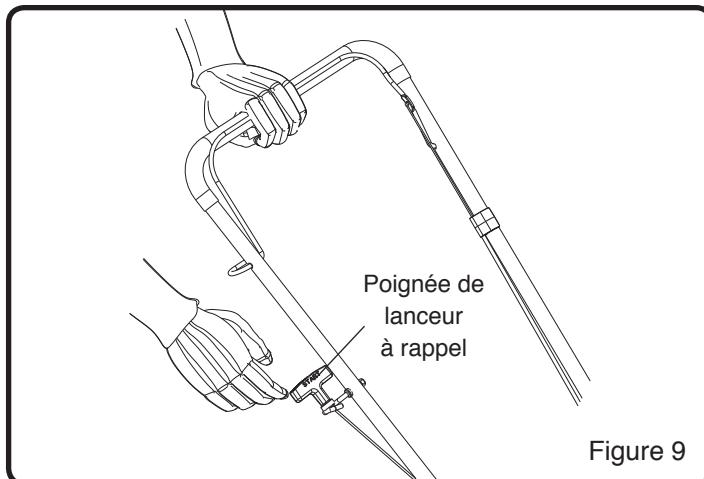

Figure 9
3. Empoignez fermement la poignée de la débroussailleuse de la main gauche, en engageant le levier du contrôle du moteur. (Voir Figure 9)
4. Empoignez fermement la poignée du lanceur à rappel de la main droite (Voir Figure 9)